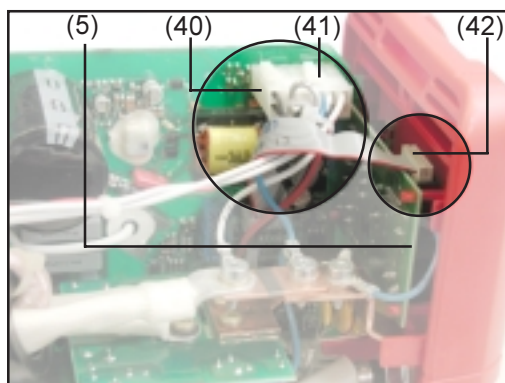

Abb. 19
- Flachbandkabel (42) gemäß Abb. 19 oberhalb des Kabelbaumes verlegen
- Flachbandkabel (42) am Print FPA15 (5) anstecken